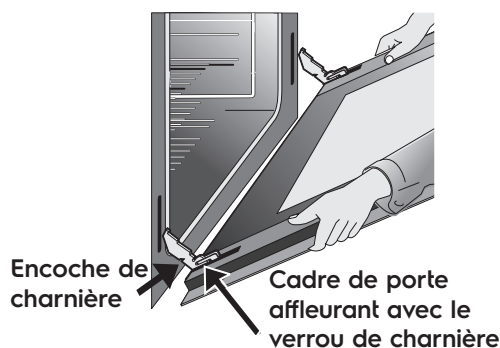

Figure 15 : Position de retrait de la porte
4. Tirez le bas de la porte vers vous tout en faisant tourner le haut de la porte vers l'appareil pour dégager complètement les leviers de charnière (Figure 15).
1. Tenez fermement les deux côtés de la porte. N'utilisez pas la poignée de la porte (Figure 15).
2. Tenez la porte du four au même angle que pour le retrait. Insérez avec précaution les leviers de charnière dans le cadre du four jusqu'à ce que vous sentiez que les leviers de charnière sont logés dans les encoches de charnière. Les bras de charnière doivent être entièrement insérés dans les encoches de charnière avant que la porte du four ne puisse être complètement ouverte. (Figure 15).